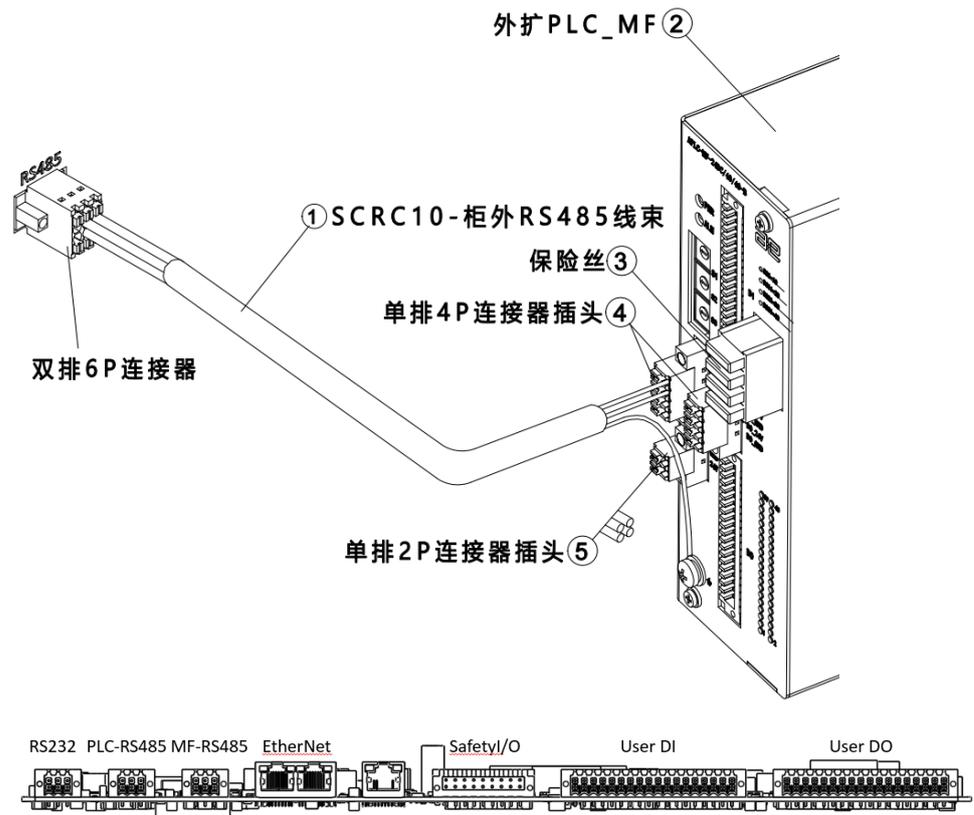

图 20-4 连接外扩 PLC_MF
步骤2. 将① SCRC10-柜外 RS485 线束带有双排 6P 连接器的一端接在 MCBS 板上的 MF-RS485 接口（接口位置如图，打开柜门后从下向上看，左数第 3 个 6pin 连接器），将① SCRC10-柜外 RS485 线束的另一端连接到② 外扩 PLC_MF 上，屏蔽层连接到接地处，另外两个信号线分别连接到对应于 X1 的“+”、“-”，参考图 20-4。